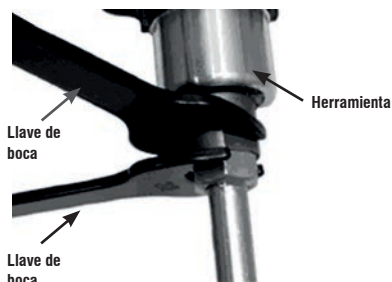

Fig. 3 – Montaje de la pala en herramienta
3. Monte el conjunto (extensión + pala) en la herramienta, de acuerdo a la Fig. 3;